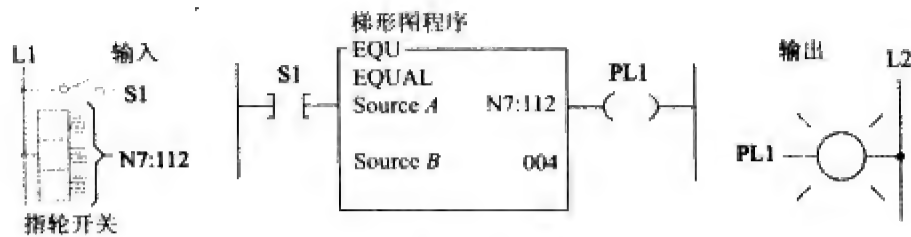

图 10-46
4. 研究图 10-46 所示的数据比较程序，回答以下问题：